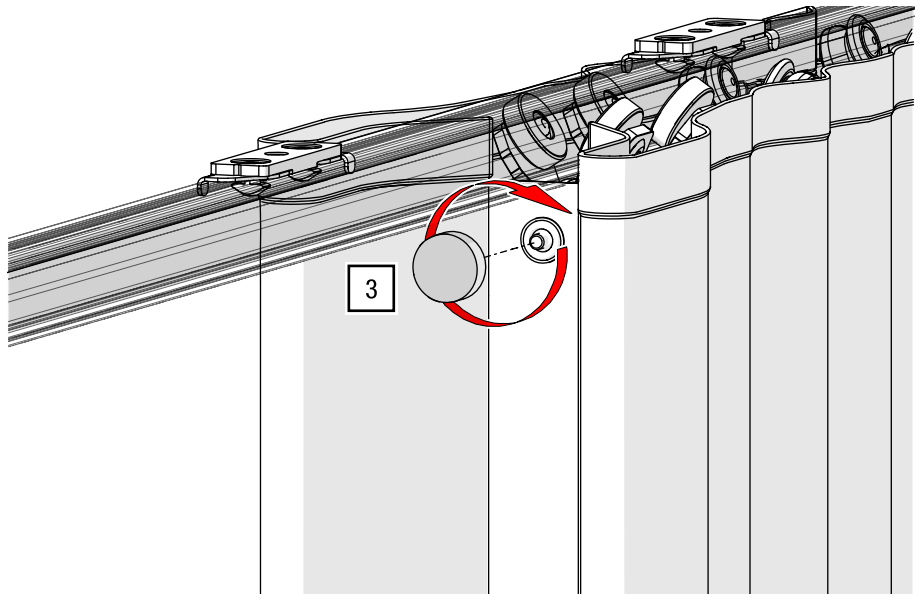

Abb. 117: Zugwagen mit doppeltem Überzugbügel – Koppelmagnet montieren (1/2)
3. Schrauben Sie den Koppelmagnet an den Zugwagen mit doppeltem Überzugbügel handfest an (siehe Abb. 117).